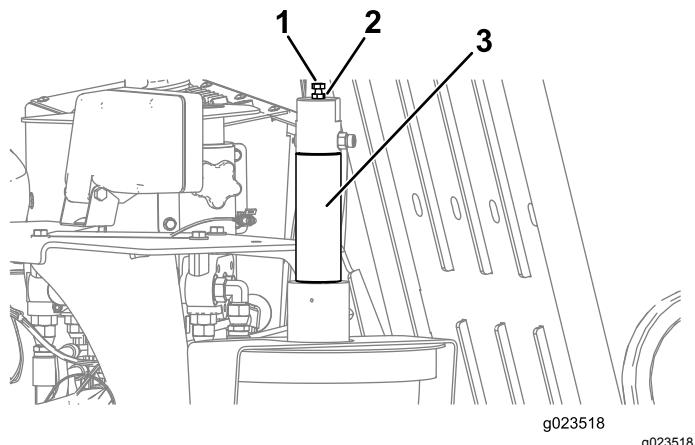

Рисунок 64
- Ослабьте контргайку на регулировочном болте, расположенном на поршне устройства нанесения состава для резьбы (Рисунок 64).